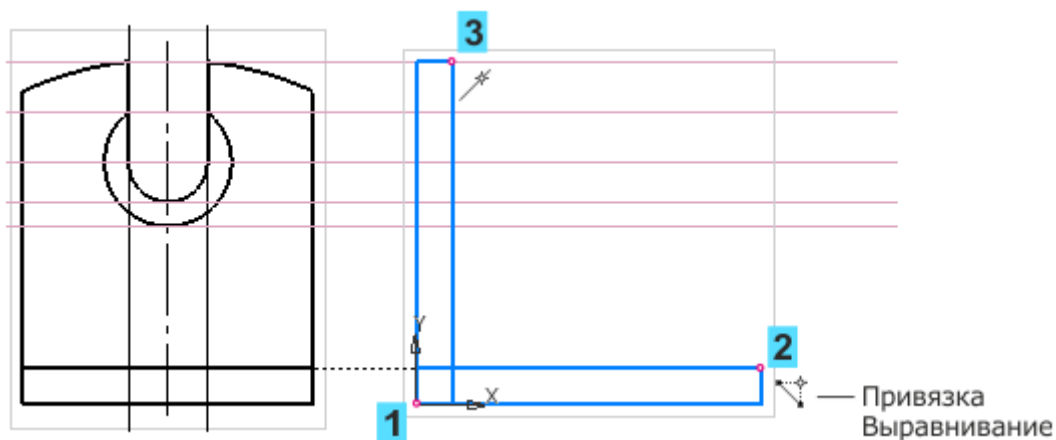

Рисунок 2
- Постройте вертикальный прямоугольник: введите ширину 3 и зафиксируйте клавишей <Enter>, высоту задайте на прямой при помощи привязки Точка на кривой, щелкнув мышью в точке 3. (рисунок 2)